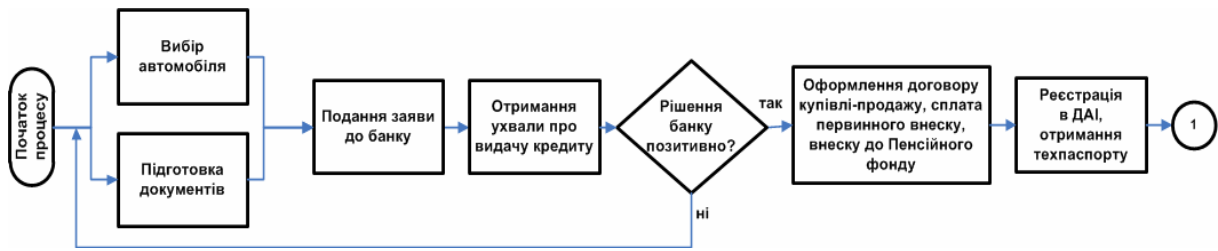

Рис. 11.4. Розгалуження процесу
5. Продовжимо аналіз. Принциповий момент у процесі – позитивна ухвала банку про видачу кредиту (крок 3). Він зумовлює весь подальший хід процесу. Тому в діаграмі послідовності слід увести окрему контрольну операцію, скориставшись майстер-шейпом *Решение* (рис. 11.4). У разі відмови кредитної комісії банку мають бути передбачені певні дії: збільшити суму первинного внеску, обрати інший автомобіль або автосалон, відмовитися від покупки тощо. Тому додамо в діаграму на цьому етапі блок ухвалення рішення.